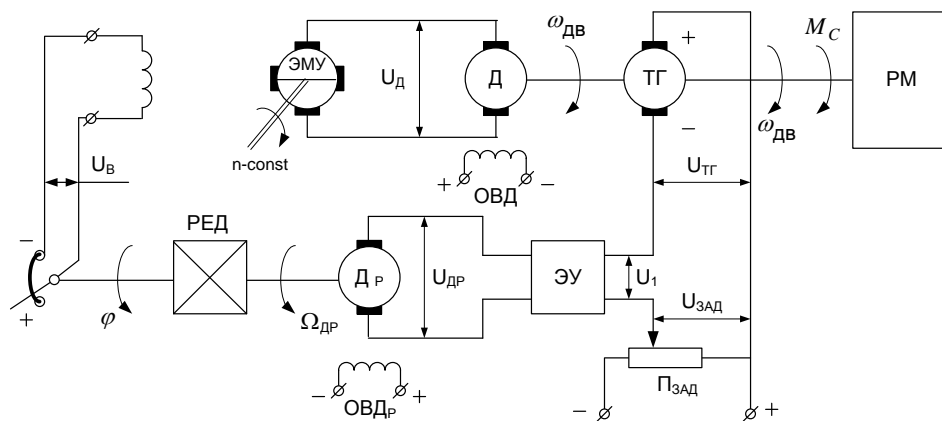

Рис. 3. Астатический регулятор скорости
– астатический регулятор угловой скорости (рис. 3), включающий в себя: электронный усилитель ЭУ; двигатель-регулятор Др (маломощный безынерционный ДПТ); редуктор РЕД; потенциометр П; электромашинный усилитель мощности с поперечным полем ЭМУ; двигатель постоянного тока с независимым возбуждением ДПТ; тахогенератор ТГ и рабочую машину РМ.